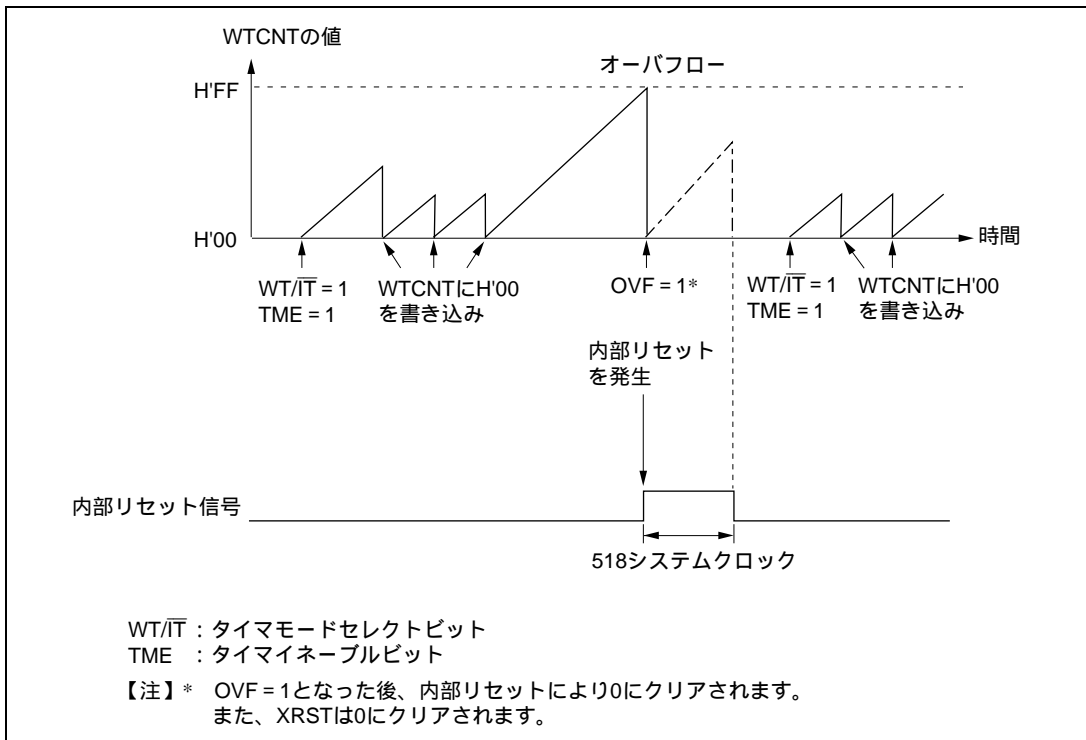

図 17.3 ウォッチドッグタイマモード時の動作 (リセットの場合)
ウォッチドッグタイマとして使用するときには、WTCR の WT/IT ビットと TME ビットの両方を 1 に設定してください。また、WTCNT がオーバーフローする前に必ず WTCNT の値を書き換えて（通常は H'00 を書き込む）、オーバーフローを発生させないようにプログラムしてください。このようにすると、システムが正常に動作している間は、WTCNT のオーバーフローが発生しませんが、システムの暴走などにより WTCNT の値が書き換えられずオーバーフローすると、518 システムクロック (518) の間、本 LSI をリセットするか、または NMI 割り込み要求を発生します。これを図 17.3 に示します。